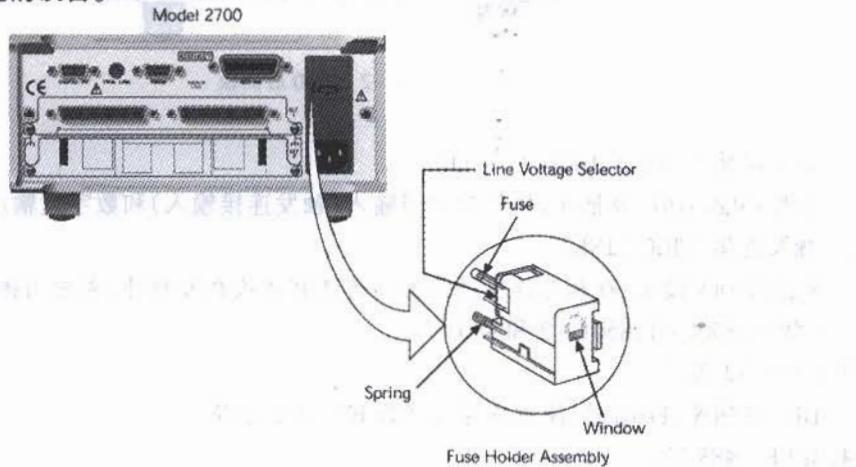

图 1-3 电源输入部分
1. 检查后面板上电压输入的选择是否符合目前工作环境的电压(请参考图 1-3)。如果不符,请参考下一小节有关电压设定及更换保险丝的内容。
1. 以平口螺丝起子前端略微伸入保险丝置放座(见图 1-3),向上轻压,此保险丝置放座即可自电源输入组件部分弹出。